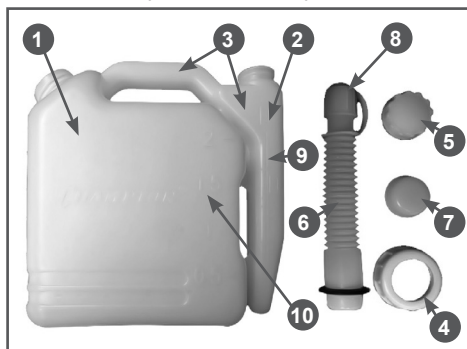

Рис. 9 Емкость для приготовления топливной смеси
1. В емкость 1 (Рис.9) залить бензин в соответствии с выбранным количеством топливной смеси по шкале 10 (Рис.9).